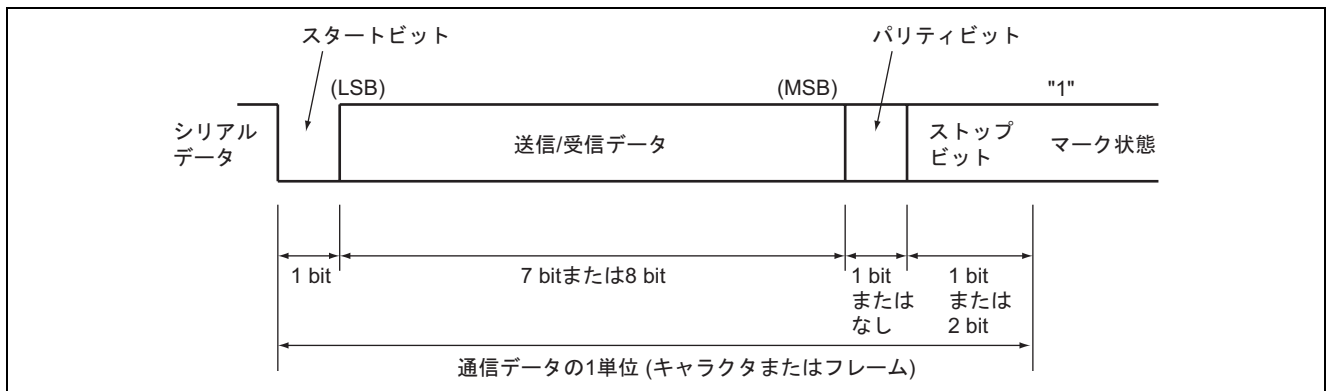

図 3 調歩同期式通信のデータフォーマット
- 図 3 に調歩同期式通信のデータフォーマットを示します。調歩同期式通信では、通信回線は通常マーク状態 (High レベル) に保たれています。SCI3 では通信回線を監視し、スペース (Low レベル) になったところをスタートビットとみなしてシリアル通信を開始します。